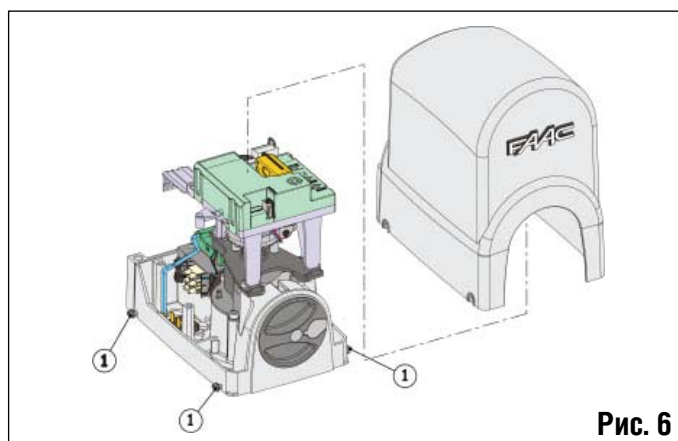

Рис. 6
- Кронштейн крепления рычага должен быть в зоне, где он может быть закреплен к силовой раме ворот (Рис. 6)
- Минимальная высота основания привода должна позволить разместить рычаг и обеспечить расстояние от земли минимум 85 мм. см. рис. 6)